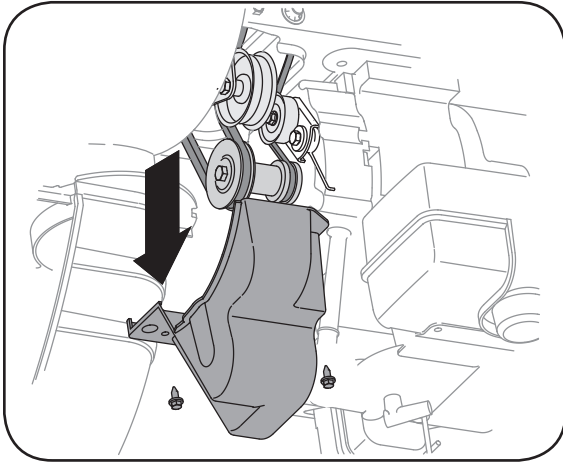

Figure 6-4
1. Retirez le couvre-courroie en plastique sur le devant du moteur en enlevant les deux vis auto-taraudées. Voir la Figure 6-4.